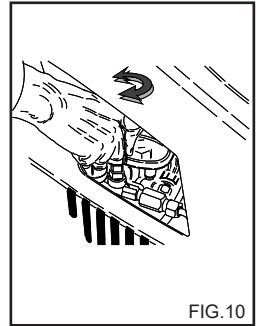

FIG. 10
O dispositivo regulador de pressão, fig. 10, permite regular a pressão de trabalho. Rodando o manípulo C no sentido inverso ao dos ponteiros do relógio (B) (mínimo) obtém-se uma redução da pressão de funcionamento.